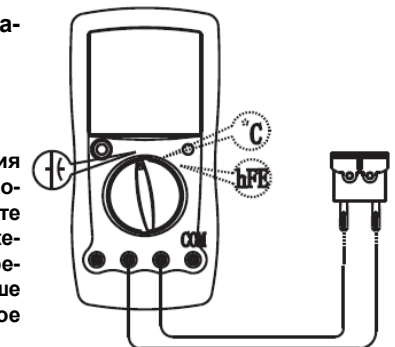

Рисунок 9
(см. Рисунок 9)
I. Измерение частоты (UT-58C) (см. Рисунок 9)